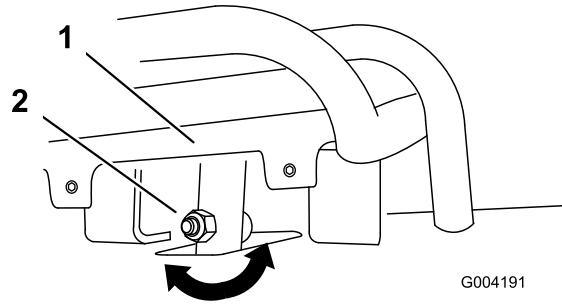
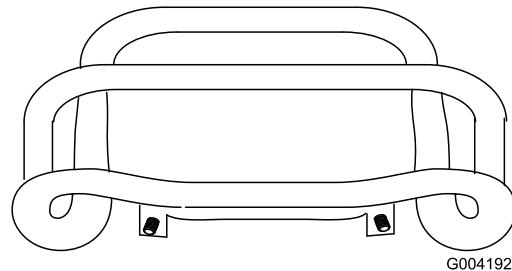

Bild 52
Bild 53
4. Wenn die Vorderseite des Fahrantriebs nicht bündig und gleichmäßig am Anschlagbügel bleibt, lösen Sie die Bundmutter und die Schraube im Schaft des Fahrantriebs (Bild 52).
5. Stellen Sie den Fahrantrieb so ein, dass er bündig am Anschlagbügel bleibt, wenn er gerade nach hinten gezogen wird (Bild 52 und Bild 53).